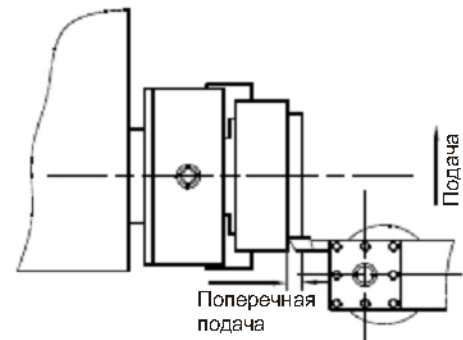

Рисунок 14
10.2 Обработка поперечной подачей (рисунок 14)